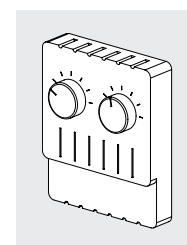

Figura 14
- 8.7 El cuadro eléctrico puede estar equipado con un calefactor eléctrico (resistencia). El calefactor puede regularse automáticamente mediante un termostato integrado o mediante un termostato externo. Consulte la documentación suministrada con el cuadro eléctrico. Cuando el calefactor y el ventilador de refrigeración están presentes, el termostato externo tiene doble regulación. Los parámetros están preajustados por Modine. En caso necesario, adapte los ajustes a las condiciones de funcionamiento locales. Véase la Figura 14 como ejemplo.